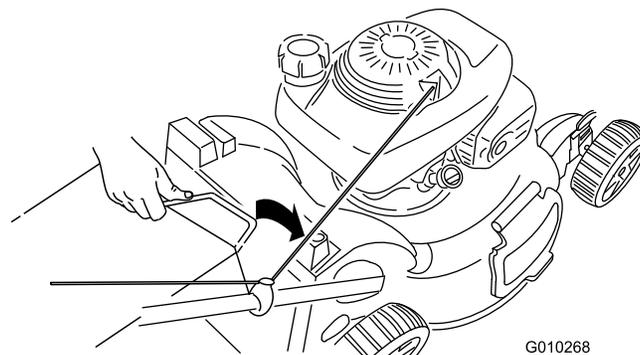

Figura 29
3. Inserite la maniglia del cesto di raccolta nelle scanalature presenti sulla parte superiore del tosaerba (Figura 29).